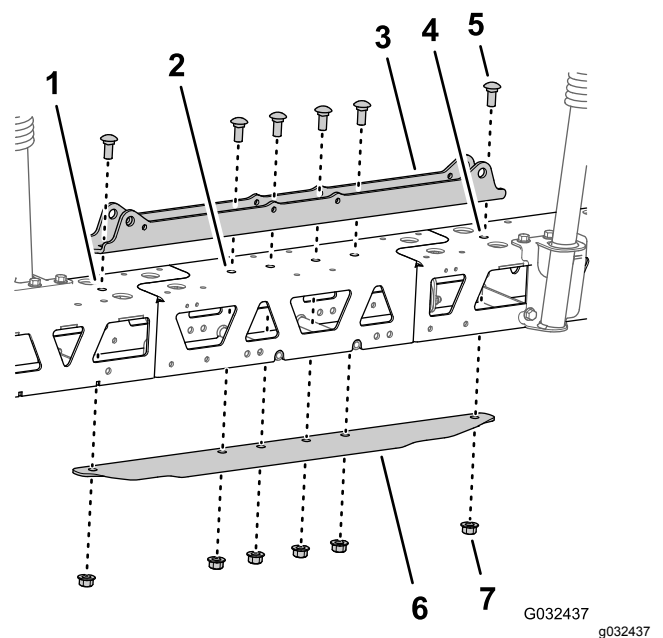

Figura 55
- Alinee los orificios del soporte de los cilindros con los orificios situados en la línea central del perfil del travesaño y de la extensión del brazo central. (**Figura 55**)
- Inserte la pletina de unión en el perfil del travesaño y alinee el orificio de la pletina con los orificios situados en la línea central de los perfiles y de la extensión del brazo (**Figura 55**).
- Ensamble el soporte de los cilindros, los perfiles, la extensión del brazo central y la pletina de unión con los 2 pernos de cuello cuadrado (1/2" x 1 1/4") y las 2 contratuercas con arandela prensada (1/2") que retiró en el paso 2 de Separación de los perfiles de la sección de fumigación central \(página 29\), y los 4 pernos de cuello cuadrado (1/2" x 1 1/4") y 4 contratuercas con arandela prensada (1/2") del kit de acabado del sistema de fumigación GeoLink (**Figura 55**).